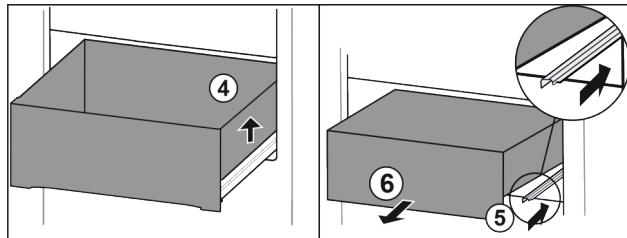

Fig. 114
- Повдигнете чекмеджето отляво. Fig. 114 (4)
- Вкарайте дясната релса. Fig. 114 (5)
- Извадете чекмеджето напред. Fig. 114 (6)